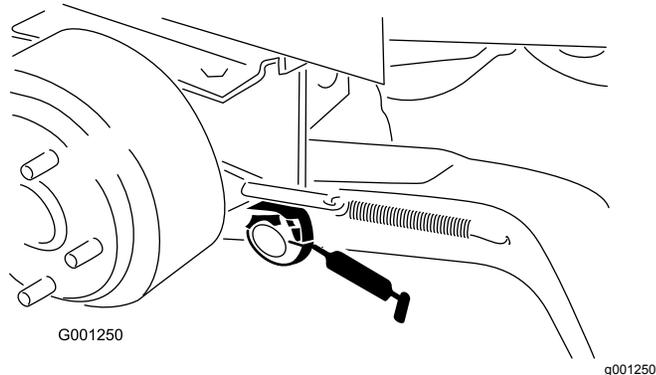

Рисунок 37
- Втулки оси поворота подъемных рычагов (Рисунок 37)